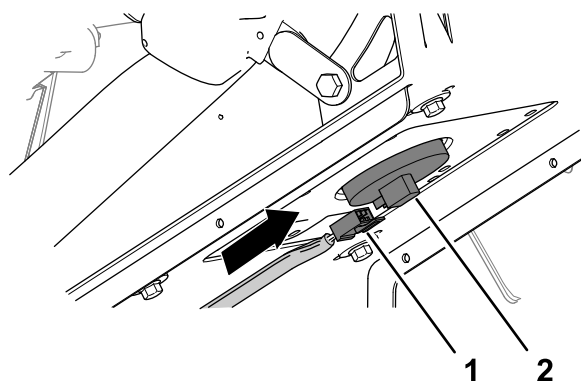

Figura 222
6. Enchufe el conector hembra de 2 vías del arnés de cables de la máquina en el conector del interruptor del asiento hasta que los conectores encajen firmemente (Figura 222).